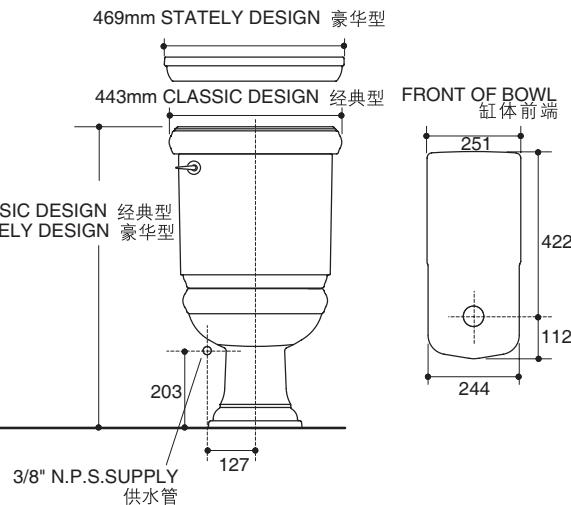

Fig.#1 图1
- 请确保污水管的坑距尺寸正确。(请参阅图1)。
- 若为新安装工程，请参看图1及图4的尺寸指示以找出止水阀。